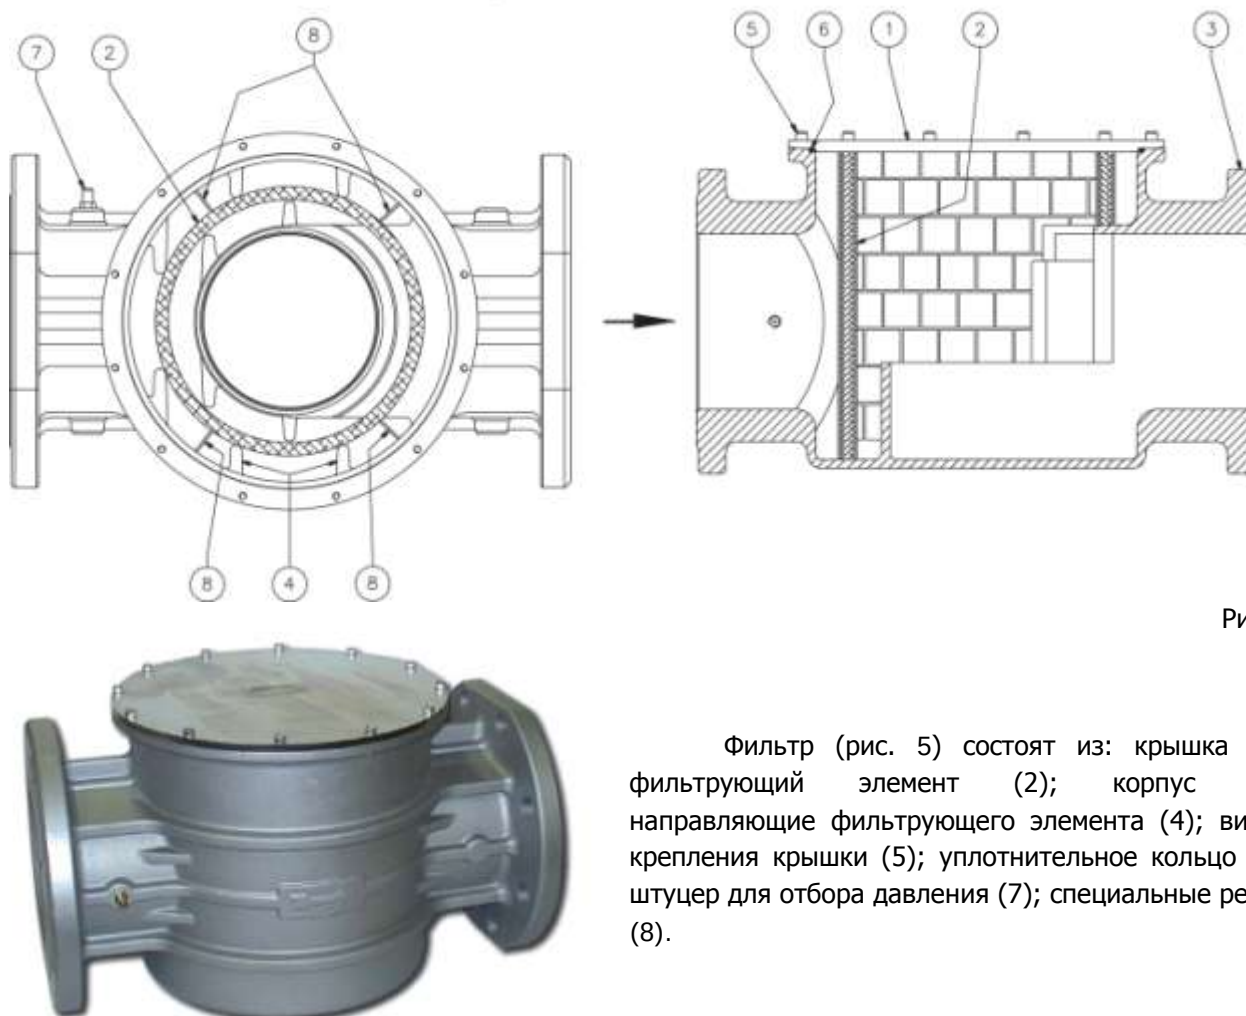

Рис. 5
Фильтр (рис. 5) состоит из: крышка (1); фильтрующий элемент (2); корпус (3); направляющие фильтрующего элемента (4); винты крепления крышки (5); уплотнительное кольцо (6); штуцер для отбора давления (7); специальные ребра (8).